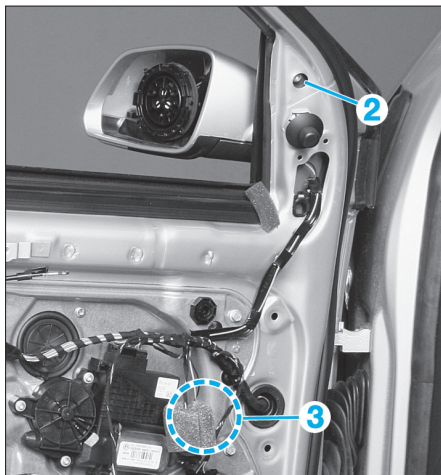

Fig. 64
- Selon option, débrancher le connecteur de dégivrage et/ou de commande de réglage électrique (3) (Fig.64).
- Tout en soutenant le rétroviseur extérieur, déposer les vis de fixation (2).